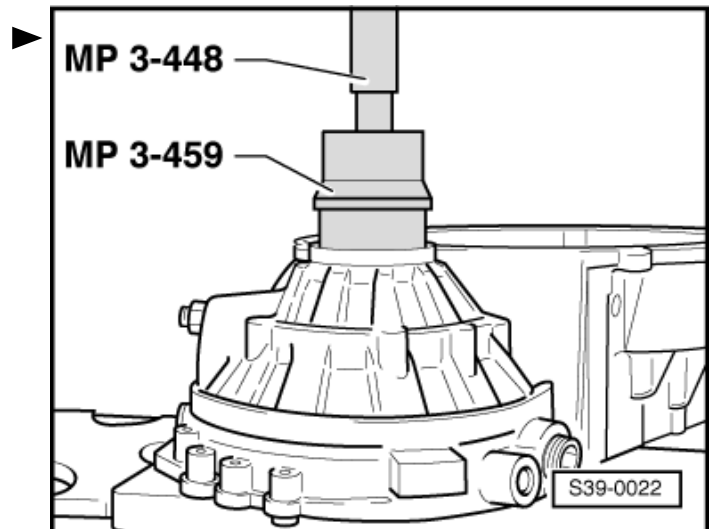

Abb. 2: Außenring/Kegelrollenlager ins Kupplungsgehäuse einpressen ►
- ☐ einpressen ⇒ Abb. 2 in **39-2** Seite 4
- Außenring/Kegelrollenlager mit Druckteller -MP3-464 (30-205)- in das Kupplungsgehäuse einpressen ⇒ Abb. 2 in **39-2** Seite 4.